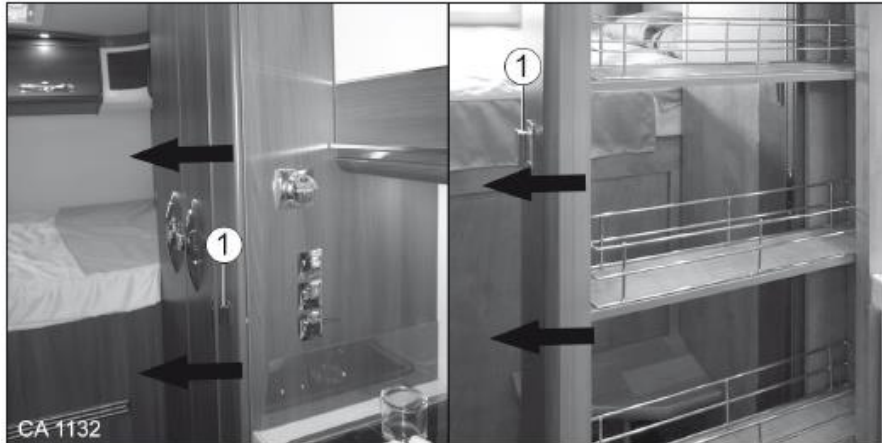

Fig. 97 Grand rangement coulissant variante 1
1. Ouvrir la fermeture push-lock (Fig. 97/1) (consulter le chapitre 6.12.2).
2. Fermer la fermeture push-lock (Fig. 97/1) (consulter le chapitre 6.12.2).